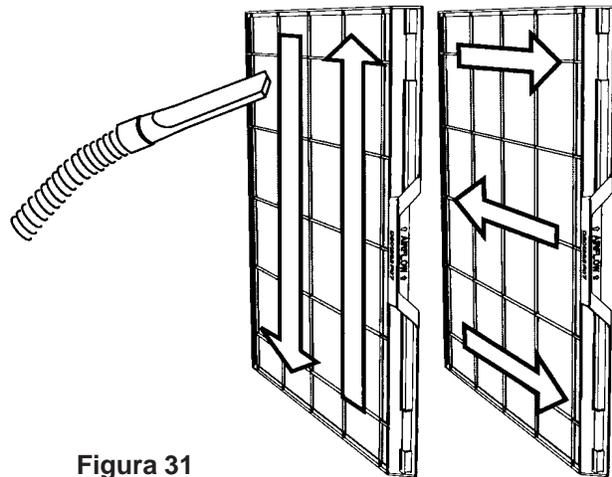

Figura 31
1. Usando una aspiradora, aspire con movimientos uniformes a lo largo del PRE-FILTRO. Al terminar la limpieza del PRE-FILTRO con movimientos en una sola dirección, repita el proceso con movimientos en la dirección opuesta como lo muestra la Figura 31.